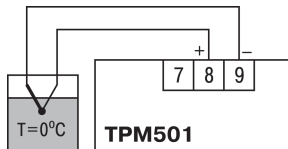

Рисунок 8.7 – Схема підключення
1. Вимкнути живлення пристрою. Відключити від входу сигналу потенціометра і під'єднати замість нього кінці відградуваної термопарі відповідного типу. Помістити робочий спай ТП у посудину із сумішшю води і льоду (температура 0°C), див. *рисунок 8.7*.